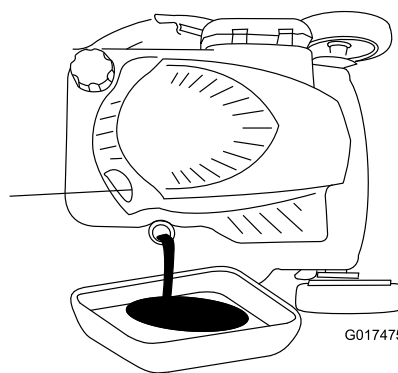

Figura 23
3. Coloque la máquina de lado con la varilla de aceite hacia abajo para drenar el aceite usado a través del tubo de llenado de aceite (Figura 23).